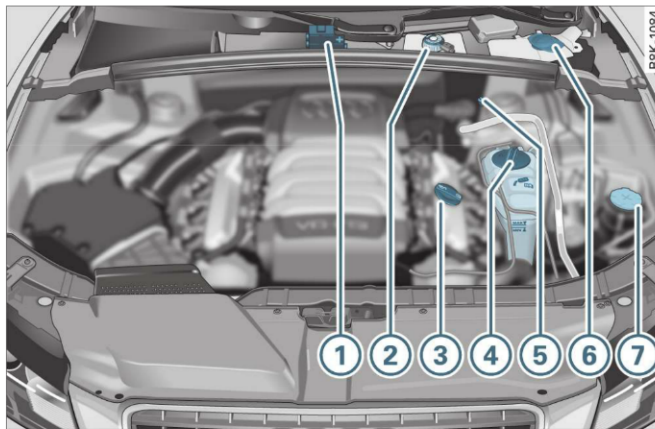

Fig. 222 Dispunerea tipică a rezervoarelor și bușonului de umplere cu ulei
- ① Punctul pentru ajutorul la pornire (+) sub un capac . . .231, 260
- ② Rezervor lichid frână (🔧) 228
- ③ Gura de umplere ulei motor (🔧) 226
- ④ Vasul de expansiune pentru lichid de răcire (🔧) 228
- ⑤ Punctul pentru ajutorul la pornire (-) cu capac hexagonal 231, 260
- ⑥ Rezervor lichid spălat geamuri (🔧) 232
- ⑦ Rezervor pentru servodirecție 189
Poziția bușonului de umplere cu ulei ⇒ *pagina 224*, fig. 222 (poziția ③) poate varia, în funcție de echiparea motorului. ■